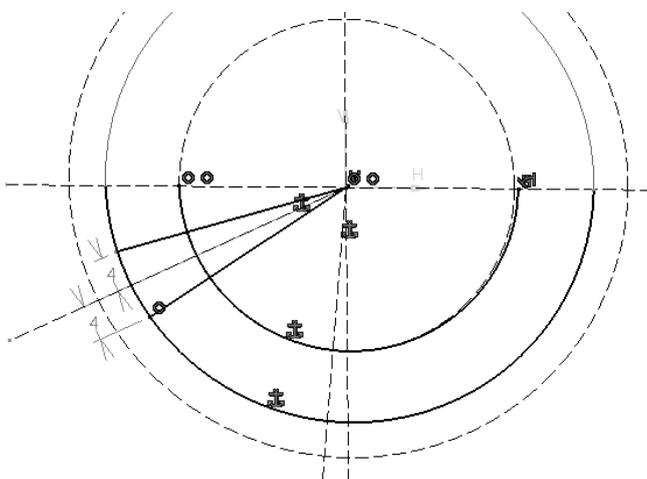

图 5-137
- 单击“直线”按钮，绘制两条直线，如图 5-137 所示。